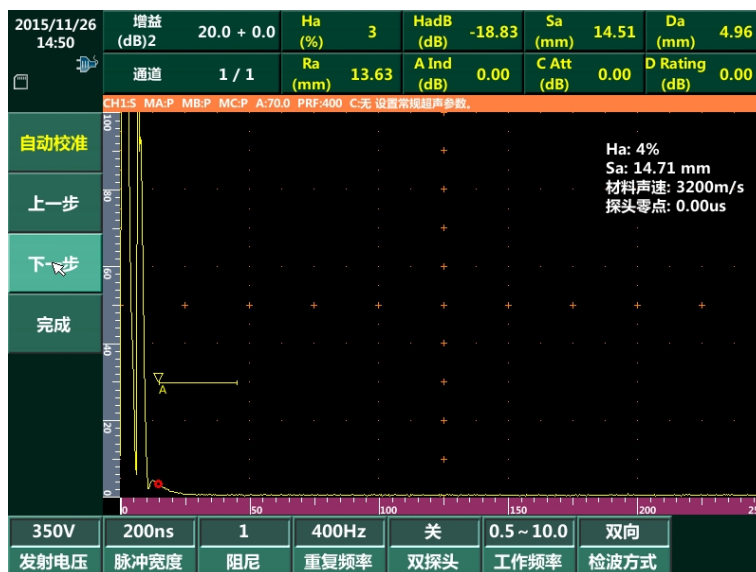

图 2-18 超声参数设置
- 3) 根据仪器连接探头，设置仪器各个参数，如图 2-18 所示。